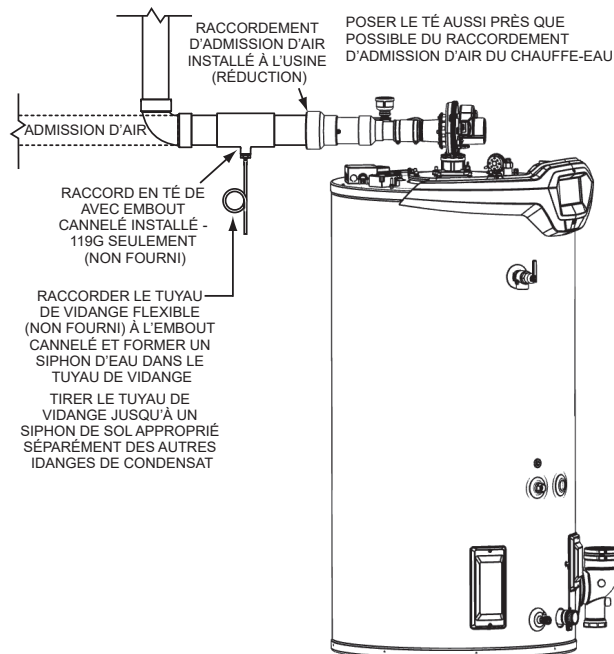

Figure 32. Pose du té de condensat de l'air d'admission
8. Un raccord en té et un tuyau de vidange de condensat (non fournis) doivent être installés dans la tuyauterie d'admission d'air à proximité du chauffe-eau dans les climats plus froids ayant de fortes accumulations de neige et dans les régions soumises périodiquement à une forte humidité. Le tuyau de vidange doit être acheminé vers un siphon de sol séparé de toute autre conduite de vidange de condensat. Voir *Figure 32*.
Les installations qui présentent l'une quelconque de ces situations devront comporter une conduite de vidange d'humidité à siphon s'écoulant vers un écoulement d'eaux usées. Voir **Figure 32** (page 36) et **Figure 50** (page 44) à **Figure 56** (page 47). Sur une portion horizontale du tuyau d'admission d'air à proximité du chauffe-eau, prévoir un té de 4 po x 4 po x 1/2 po (119 gallons) ou de 3 po x 3 po x 1/2 po (60/100 gallons) et un embout cannelé pour vidanger l'eau. Le té doit être placé aussi près du chauffe-eau que possible. Le tube de vidange dans toute installation